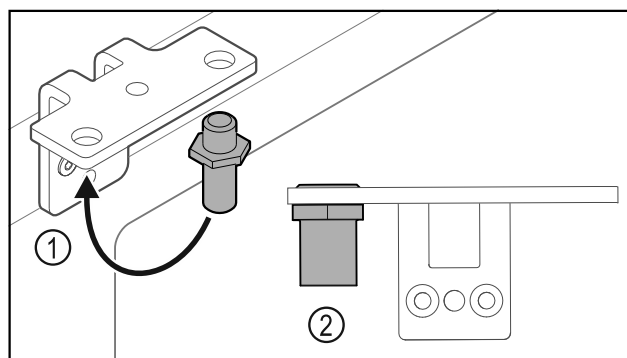

Fig. 35
- ▶ Sworznie Fig. 35 (1) przełożyć do zawiasu.
- ▶ Sworznie Fig. 35 (2) dokręcić z **momentem obrotowym 12 Nm**.